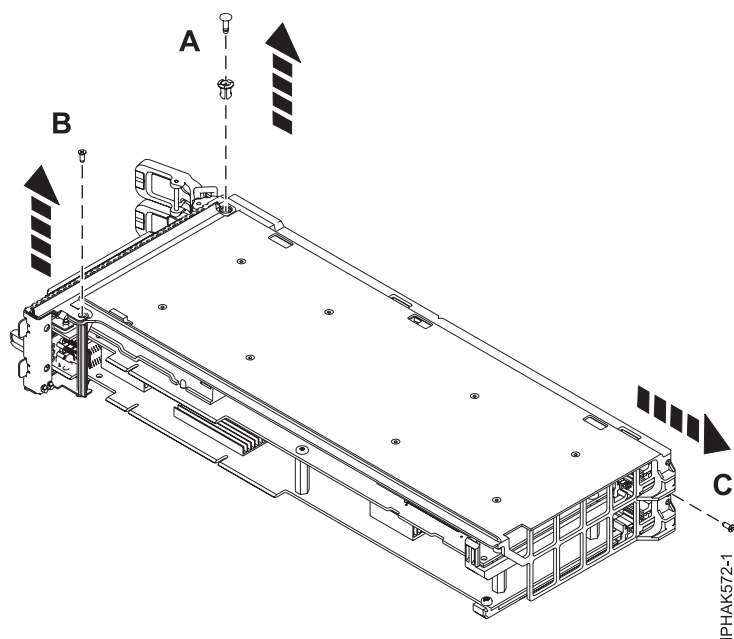

Figura 68. Extracció del piu de pressió i dels cargols
3. Traieu el piu de pressió (A) de la part superior del conjunt del casset per la contrapunta. Consulteu Figura 68 a la pàgina 82.
4. Traieu el cargol (B) de la part inferior de la contrapunta. Consulteu Figura 68.
5. Traieu el cargol (C) de la part posterior del conjunt del cassette. Consulteu Figura 68.